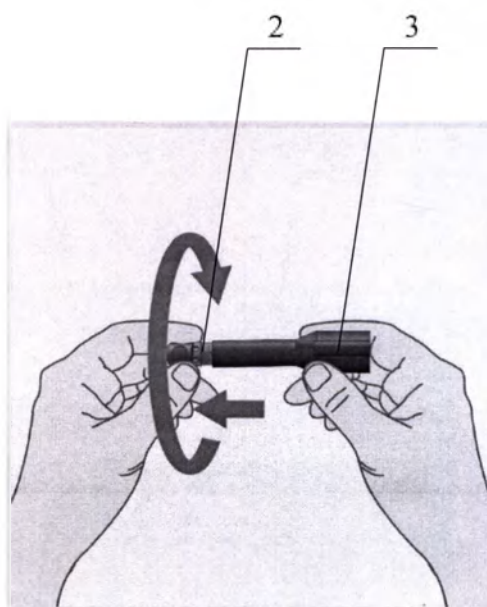

Рисунок 8 – Уменьшение глубины инъекции
– против часовой стрелки (рисунок 8), вывинчивая регулятор глубины инъекции (2) из держателя шприца (3), если Вам надо уменьшить глубину инъекции (–). Например, когда стрелка на регуляторе глубины инъекции (2) не совместится с цифрой «4» на держателе шприца (3).